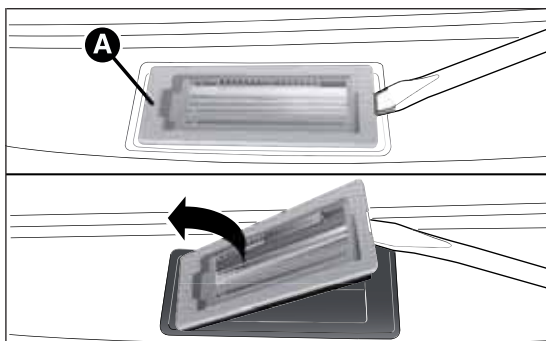

fig. 137
- enlever le transparent A fig. 137 ;